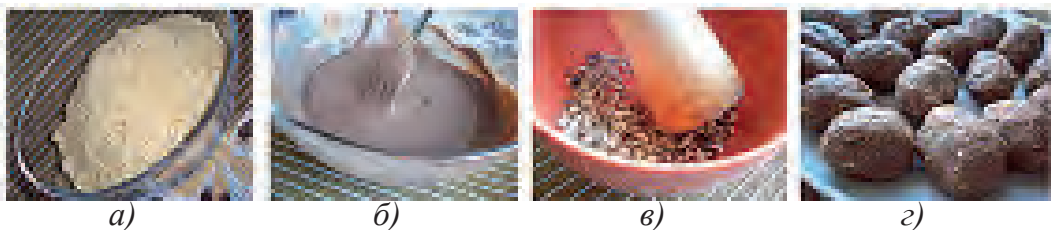

Рис.19. Этапы приготовления пирожного «Картошка».
1. Печенье разделить на куски, размолоть при помощи блендера (рис.19, а).
2. Сгущенное молоко смешать с размягченным при комнатной температуре сливочным маслом до получения однородной массы (рис.19, б).
4. Размельчить орехи на специальной доске (рис.19, в).
6. Пирожные поместить в холодильник на 1 час, чтобы печенье пропиталось сгущенным молоком (рис.19, г).